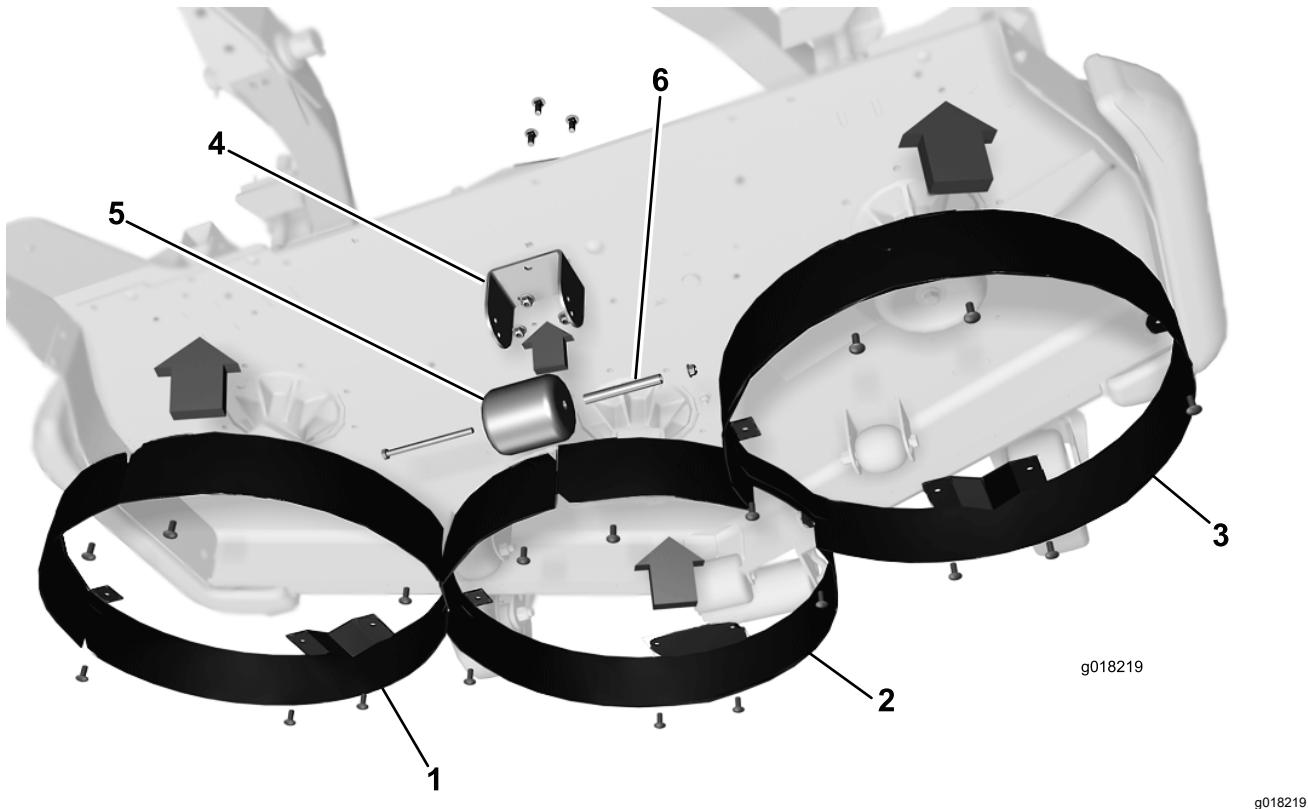

Figura 1
3. Posizionate le camere di riciclaggio di destra, centrale e di sinistra sotto al piatto, allineando i fori di montaggio come illustrato nella Figura 1 (è raffigurato un tosaerba da 157 cm).
5. Fissate le camere al piatto tramite i bulloni a testa tonda (5/16" x 3/4") e i dadi. I dadi vanno posizionati sull'esterno del piatto (**Figura 1**).
- 8. Montate la staffa del rullo sulla parte inferiore del piatto con 3 bulloni a testa tonda (5/16" x 1") e altrettanti dadi (**Figura 1**).